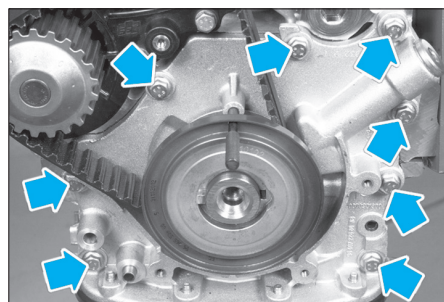

Fig. 14
- les huit vis de la pompe à huile en bout de vilebrequin (Fig.14),